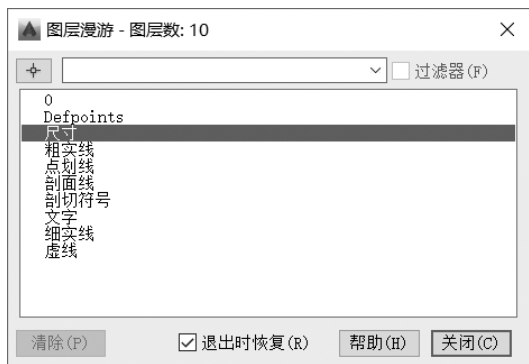

图 4-32 “图层漫游”对话框
1) 单击“图层”面板上的“图层漫游”按钮, 打开“图层漫游”对话框，如图 4-32 所示，对话框标题中显示出图形中的图层数。